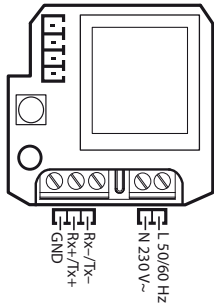

Fig. 6
5. effettuare i collegamenti elettrici (vedi fig.6).
5. make the electrical connections (Fig. 6);